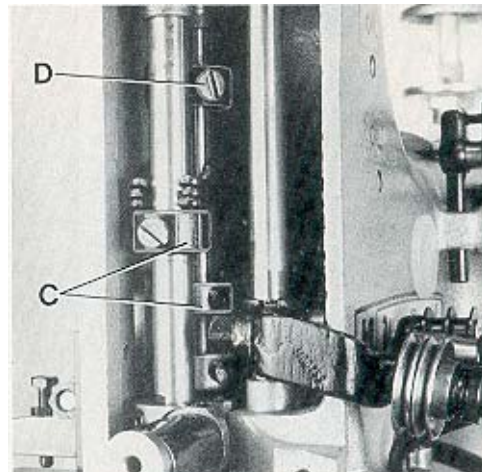

Fig. 25
By relocating the collars (C, Fig. 25) which serve as a leaf spring rest on the left and right presser bar, the pressure can be changed. Raising the collars increases the pressure, lowering the collars decreases it. The presser foot lift is limited with the upper stop collar (D, Fig. 25) on the right presser bar. When the needles are in their lowest position and the presser foot is lifted with the presser foot lifter lever, the needle holder should not contact the presser foot. Besides this, the lifted presser foot should not contact the right upper spreader moving upwards. Set the stop collar (D) accordingly.
Durch Verstellen der als Blattfederauflage dienenden Stellringe (C, Fig. 25) auf der linken und rechten Drückerfußstange kann der Druck verändert werden. Verstellen der Stellringe nach oben verstärkt, Verstellen nach unten verringert den Druck. Der Hub des Drückerfußes wird mit dem Anschlag-Stellring (D, Fig. 25) oben auf der rechten Drückerfußstange begrenzt. Wenn die Nadeln in der untersten Stellung sind und der Drückerfuß mit dem Drückerfuß-Lifterhebel angehoben wird, darf der Nadelhalter den Drückerfuß nicht berühren. Zudem darf der geliftete Drückerfuß den nach oben gehenden rechten oberen Blindgreifer nicht berühren. Stellen Sie den Anschlag-Stellring (D) entsprechend ein.